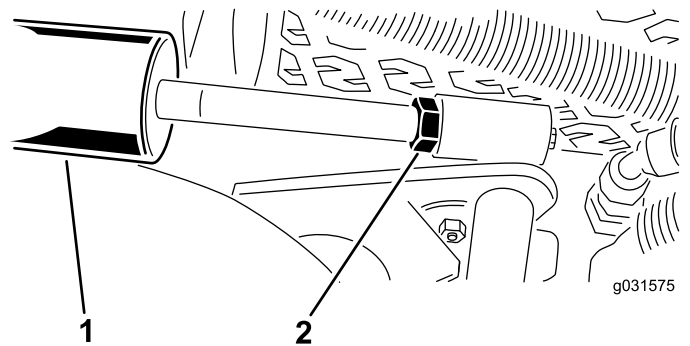

Figura 14
- A. Baje las unidades de corte y afloje la contratuercas del cilindro (Figura 14).